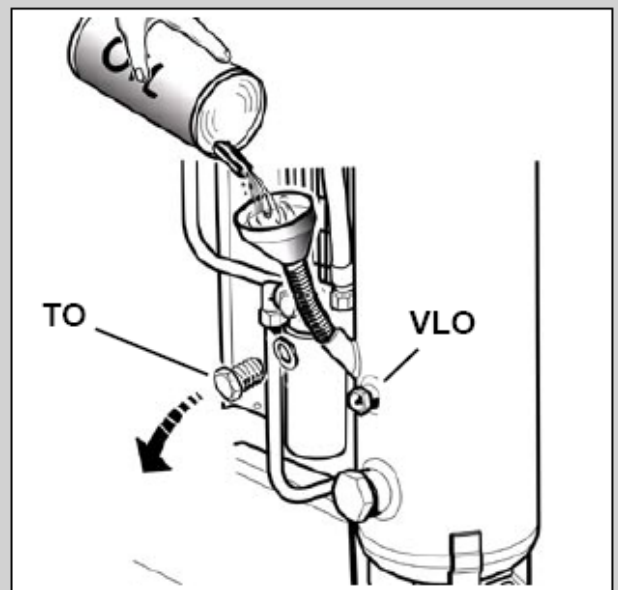

рис. 36.
- Открутить пробку маслоналивной горловины **TO**, не потеряв при этом прокладку (**рис.36**)
- Используя воронку, залейте масло (**рис.36**).